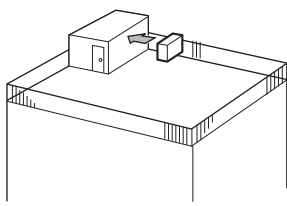

Fig. 2-3
- 1 Τοποθετήστε τη μονάδα ώστε το στόμιο εξαγωγής του αέρα να είναι στραμμένο προς τον πλησιέστερο διαθέσιμο τοίχο και να απέχει περίπου 50 cm. (Fig. 2-3)